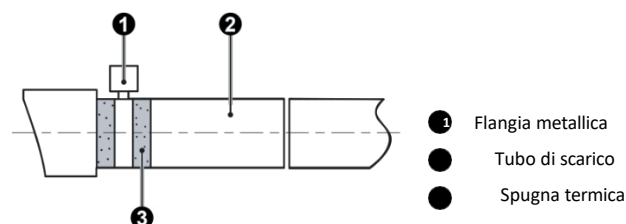

Fig. 4.3.2
- ① Inserire il tubo di scarico nel foro di scarico e fissarlo con del nastro isolante, come illustrato in Fig.4.3.2. Il modello è fornito con un tubo di scarico, mentre per gli altri modelli è necessario procurarsi il tubo di scarico autonomamente.
- ② Serrare la fascetta, mantenendo una distanza inferiore a 4 mm tra il dado della vite e il tubo.